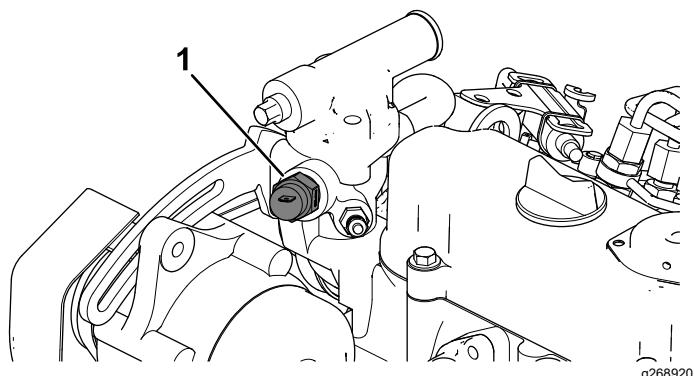

Figura 14
- A. Rimuovete il microinterruttore della temperatura dall'alloggiamento del termostato (Figura 14).